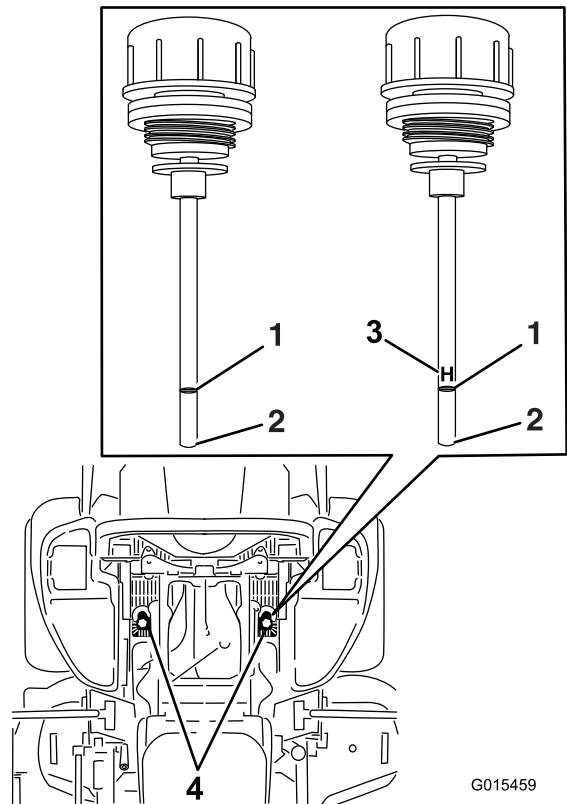

Figura 88
6. Limpie la zona alrededor de las varillas de los depósitos del sistema hidráulico (Figura 88).
7. Retire una varilla del depósito hidráulico (Figura 88).
9. Retire la varilla e inspeccione el extremo (Figura 88). Si el nivel de fluido está en la marca ADD (AÑADIR), vierta lentamente en el depósito hidráulico solo la cantidad de fluido necesaria para que el nivel llegue hasta la marca de FULL (LLENO) o H.